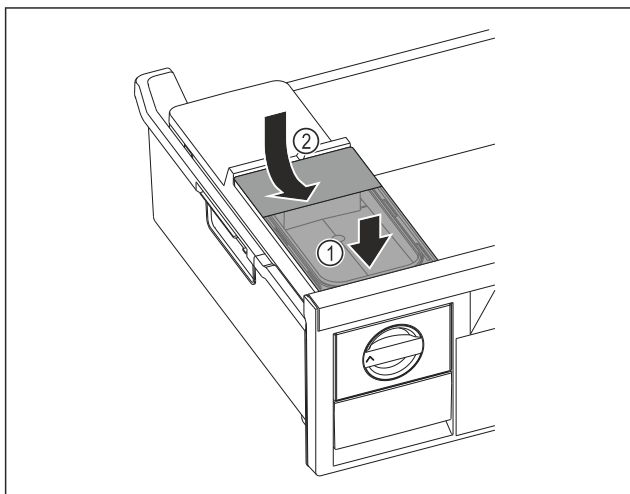

Fig. 214
- Așezați în față rezervorul de apă. Fig. 214 (1)
- Coborâți în spate rezervorul de apă. Fig. 214 (2)